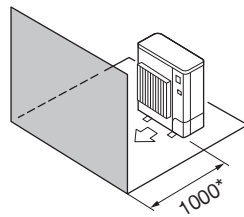

Fig. 2-9
- ④ มีสิ่งกีดขวางที่ด้านหน้าเท่านั้น (Fig. 2-9)